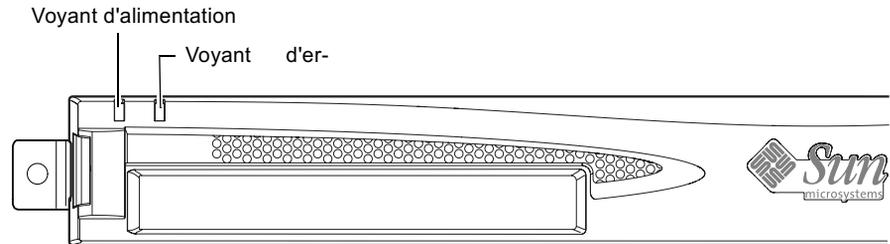

FIGURE 10-7 Voyants d'alimentation et d'erreur sur le panneau avant
- **Un voyant d'alimentation** (voir la FIGURE 10-7)
- **Un voyant d'erreur** (voir la FIGURE 10-7)